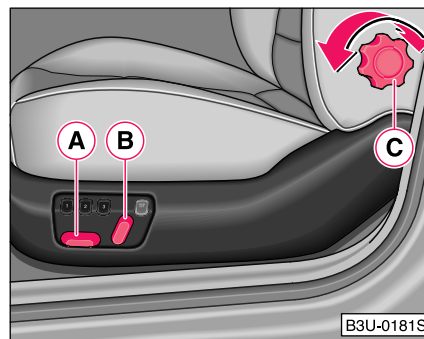

Fig. 52 Imagine laterală: Elemente de comandă pentru reglarea scaunelor
- Apăsați butonul ① sau ② ⇒ Fig. 52 în direcția poziționării dorite.
- Învârtiți roțița ③, până obțineți curbura dorită pentru perna de sprijin.